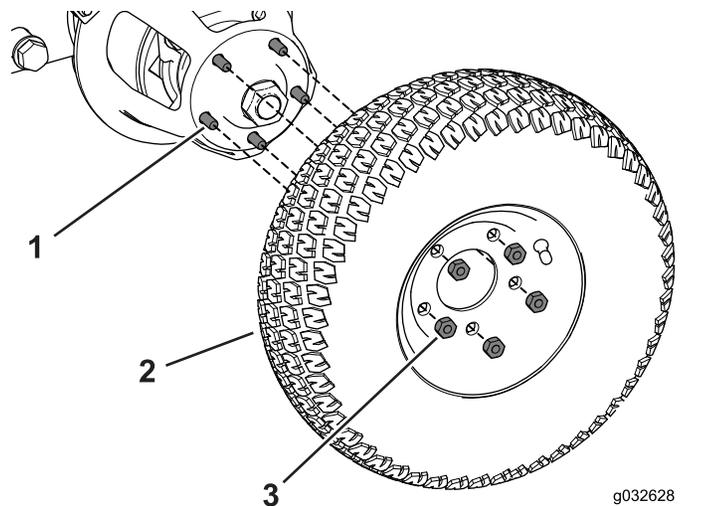

Figura 83
1. Montate la ruota sul mozzo (Figura 83).
2. Utilizzate i dadi ad alette per fissare le ruote al telaio (Figura 83).